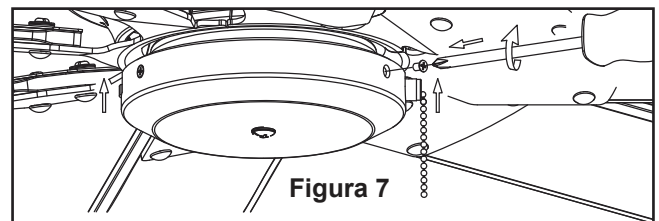

Figura 7
- 10. Ensamble la caja del interruptor a la unidad del adaptador con 3 tornillos. (Figura 7)